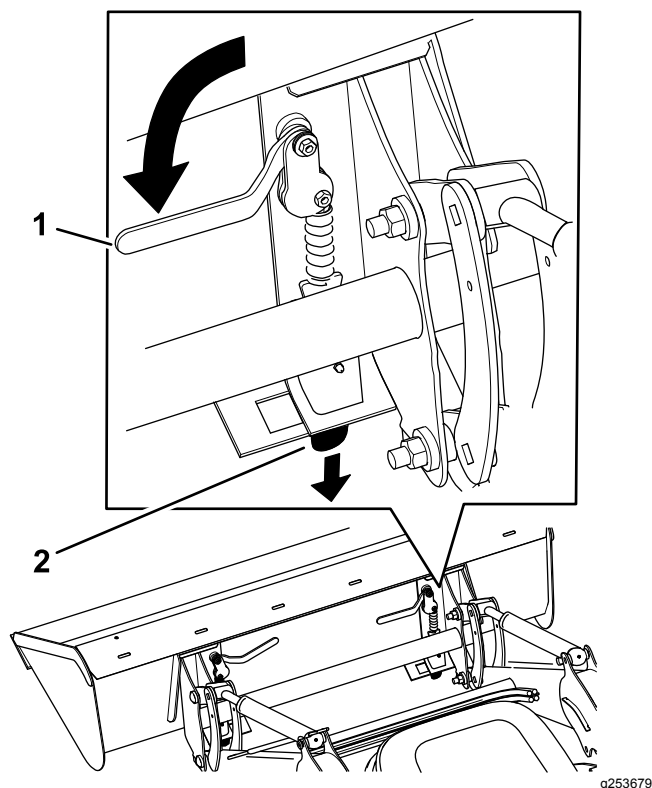

Рисунок 56
8. Поверните рычаги быстроразъемного соединения внутрь, убедившись, что штифты быстроразъемного соединения полностью прошли через монтажную пластину (Рисунок 56).